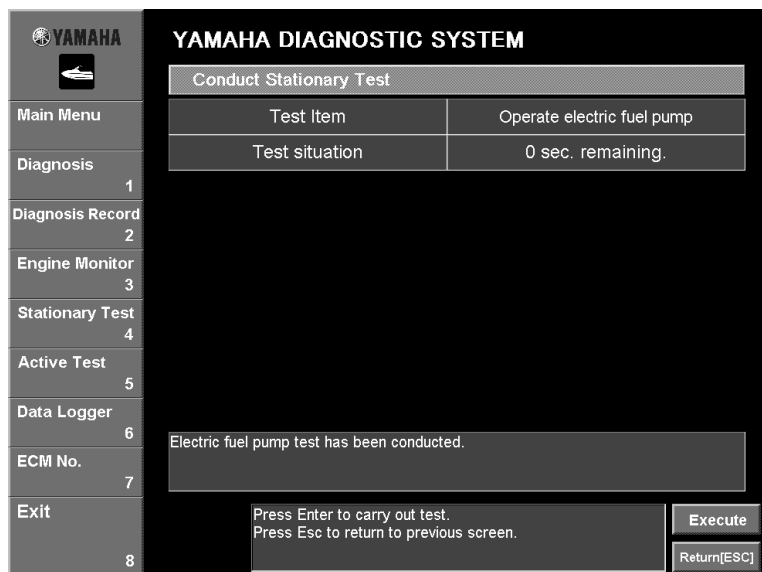

Fig. 54
4. To perform the test again, click the **Execute** button or press the Enter key on your keyboard. To perform a different test, click the **Return [ESC]** button or press the Esc key on your keyboard to return to the window where a different test can be selected. (Fig. 54)
4. Pour recommencer le test, cliquer sur le bouton **Execute** ou appuyer sur la touche Entrée du clavier. Pour effectuer un test différent, cliquer sur le bouton **Return [ESC]** ou appuyer sur la touche Echap du clavier pour revenir à la fenêtre dans laquelle un autre test peut être sélectionné (Fig. 54).
4. Um den Test nochmals durchzuführen, klicken Sie auf **Execute** oder drücken Sie die "Enter"-Taste auf Ihrer Tastatur. Um einen anderen Test durchzuführen, klicken Sie auf **Return [ESC]** oder drücken Sie die "Esc"-Taste Ihrer Tastatur, um zu dem Fenster zurückzukehren, von dem aus ein anderer Test ausgewählt werden kann. (Abb. 54)
4. Para volver a realizar la prueba, haga clic en el botón **Execute** o pulse la tecla Intro del teclado. Para realizar una prueba diferente, haga clic en el botón **Return [ESC]** o pulse la tecla Esc del teclado para volver a la ventana en la que podrá seleccionar una prueba diferente. (Fig. 54)